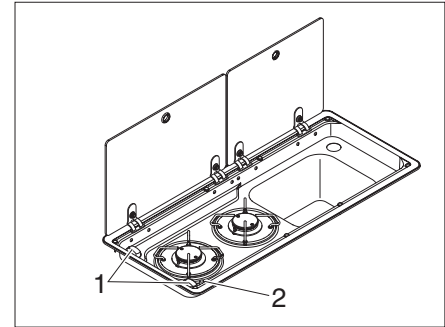

Bild 85 Bedienelemente für Gaskocher
- ▶ Drehregler (Bild 85,1) der gewünschten Brennstelle auf Zündposition (große Flamme) drehen.
- ▶ Funke durch Drücken der Zündtaste (Bild 85,2) erzeugen (nur CVD540/600).
- ▶ Drehregler (Bild 85,1) auf 0-Stellung drehen. Die Flamme erlischt.